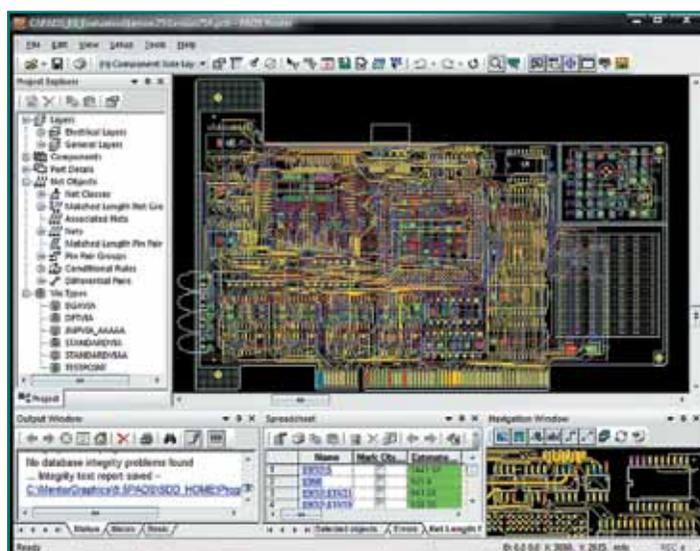

Рис. 5. Редактор автоматической и интерактивной трассировки печатных плат PADS Router
- PADS Router (рис. 5) — редактор предназначен для ручной и автотрассировки как небольших, так и сверхсложных самых современных плат. При этом есть возможность бессеточной трассировки, автоматической трассировки под произвольными углами, динамического отображения процесса трассировки в графическом виде, трассировки дифференциальных пар, а также коррекции уже существующих трасс.